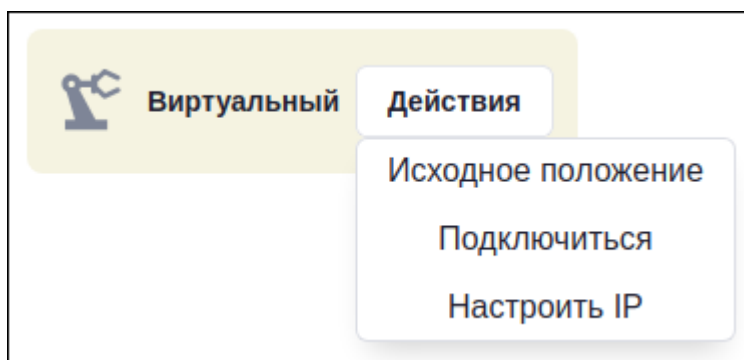

Рисунок 23 – Кнопка «Действия»
- Нажмите кнопку «Действия» – «Подключиться» (Рисунок 23).